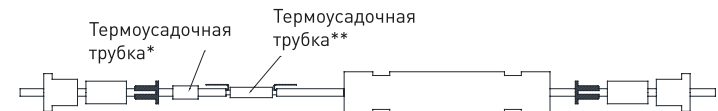

Рис. 13
8.1.3 Надвинуть на полученное соединение трубку термоусадочную** и усадить её с помощью воздушного термопистолета (температура усадки 450°С, трубка должна плотно обжать место соединения) (см. рисунок 13).